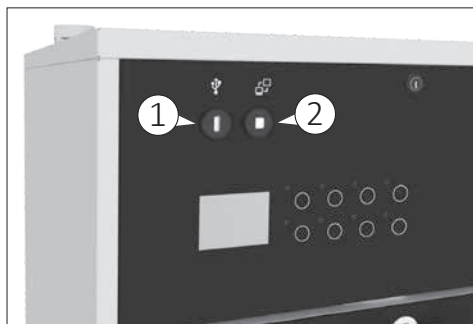

Fig. 20
- 1) USB tip A (1 Fig. 20) pentru pen-drive.
- 2) USB tip B (2 Fig. 20) ce se utilizează pentru a conecta un PC extern.